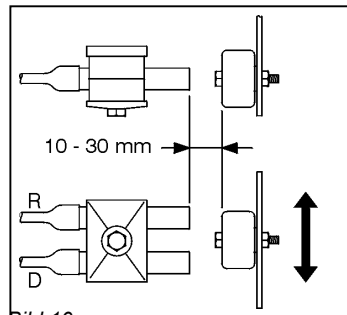

Bild 10
- (b) zwischen dem Magnet und dem Sensor ein Abstand von 10 bis 30 mm (Bild 10) eingehalten wird.